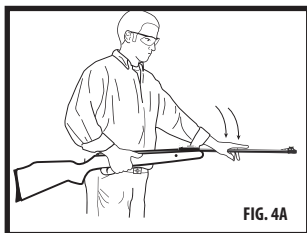

FIG. 4A
- À l'aide de la paume de votre main, tapez fermement sur la bouche du canon (Fig. 4A) pour exposer la culasse.